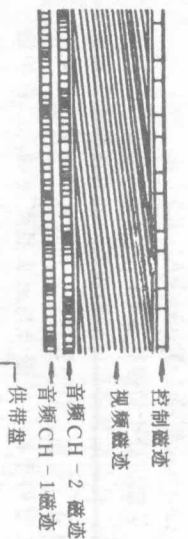

图 1
(1) 磁带的整个宽度均用来录制视频信号、音频信号和控制信号 (图 1)，不能反方向使用。